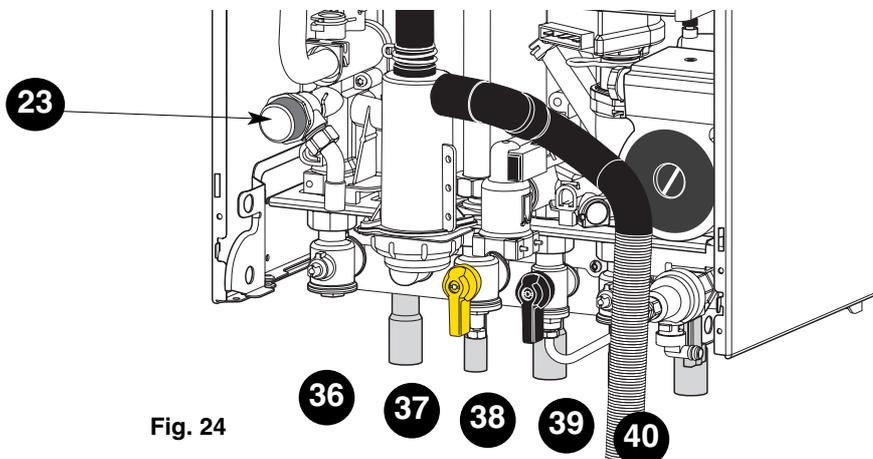

Fig. 24
Robinetterie (fig. 24)
3. Ouvrir le robinet gaz **38** (fig.24).